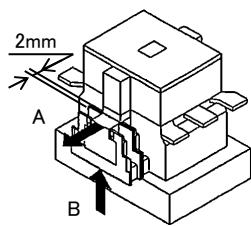
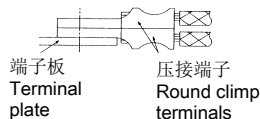
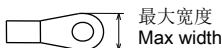

Fig.5
Fig.6
Fig.7
(2) 拆卸
- 把辅助触头单元按箭头 A 的方向拉出，空出 2mm 左右的间隙，再按箭头 B 的方向取下。(Fig. 5)
* 各端子分别能连接 2 个压接端子。(Fig. 6) * 不接线的端子螺钉，也应全部紧固后使用。 【Note 1】 用 2 根单芯线进行接线的时候请使用相同尺寸的电线。 【Note 2】 多股软线若无压接端子就不能使用。 使用多股软线时必须选用压接端子。 使用压接端子时电线的剥皮尺寸请按照压接端子厂家的指示。 • 多股线 0.75~6mm ² (18~10AWG)mm ² 的场合：多股线单丝根数不大于 7 • 多股软线：多于上述单丝根数多股线 【Note 3】 使用端子最大宽度以下的压接端子，圆形压接端子的最大宽度请参照 Fig. 7。 【Note 4】 ⊕2: 菲利普 H 型 2 号 ⊖ : I 型螺丝刀 I-1×5.5×L 式 B 【Note 5】 接线后，对连接电线进行整理时，若发生折弯现象，请再次确认紧固力矩。 * When connecting two round climp terminals, set them as shown in Fig.6. * Tighten all terminal screws, even if not use. 【Note 1】 When connecting two solid wires, use the same size wire. 【Note 2】 Finely stranded wire without end sleeve is not applicable. Use finely stranded wire with end sleeve. Follow the ferrule manufacturer's instructions to determine the stripping length of the wire when using the ferrule. • Stranded wire (0.75 to 6 [mm ²]): Number of solids ≤ 7 • Flexible stranded wire: Number of solids is more than the above-mentioned value. 【Note 3】 Use round crimp terminal which width is the size specified at the maximum terminal width or less. (Fig.7) 【Note 4】 ⊕2 : Philips PH2 φ6 ⊖ : Slotted-head screw I-1×5.5×L Type B 【Note 5】 After alignment or bending back of connected wires, check the tightening torque again.
(2) Removal
- While making about 2mm space between the auxiliary contact unit and the contactor by pulling the auxiliary contact unit in the direction of the A, remove the auxiliary contact unit in the direction of the B. (Fig. 5)